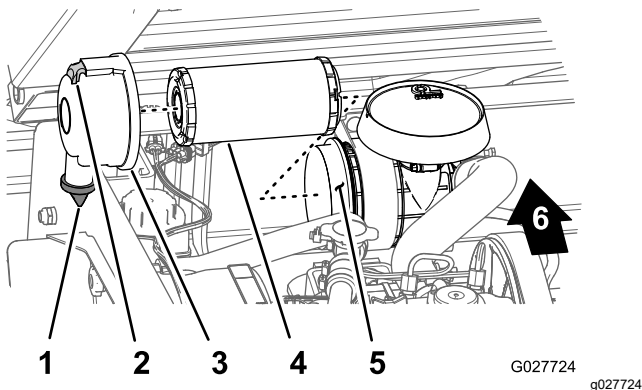

Figura 35
2. Inspeccione la carcasa del filtro de aire en busca de daños que pudieran causar una fuga de aire (Figura 35).
3. Tire hacia fuera del enganche y gire la filtro de aire en sentido antihorario (Figura 35).
5. Retire suavemente el elemento del filtro de aire de la carcasa del filtro de aire (Figura 35) para reducir la cantidad de polvo desplazado.
1. Limpie el orificio de expulsión de suciedad situado en la tapa del filtro de aire (Figura 35).
2. Retire la válvula de salida de goma de la cubierta, limpie el hueco y cambie la válvula de salida (Figura 35).
3. Introduzca el elemento del filtro de aire en la carcasa del filtro de aire presionando el borde exterior del elemento para asentarlo en la carcasa del filtro de aire (Figura 35).
4. Alinee la tapa del filtro de aire con la carcasa del filtro de aire, con la válvula de salida de goma hacia abajo – entre las 5 y las 7 aproximadamente, visto desde el extremo (Figura 35).
5. Sujete la tapa a la carcasa con los enganches (Figura 35).